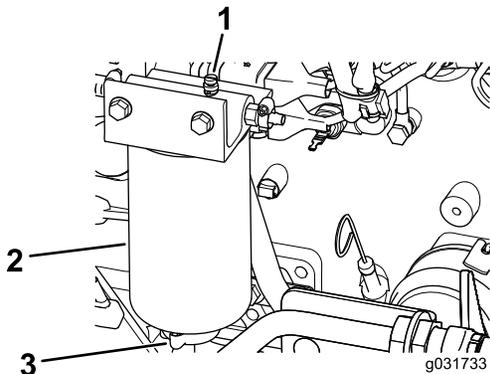

図 95
2. フィルタ容器 図 95 下部のドレンプラグをゆるめて水や異物を流し出す。
2. ベントプラグをゆるめ、ドレンバルブを開いて、少量の燃料を排出する 図 95。